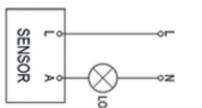

Рис.2
- Подключить сетевой провод и провод от нагрузки к клеммным зажимам в соответствии со схемой рис.2